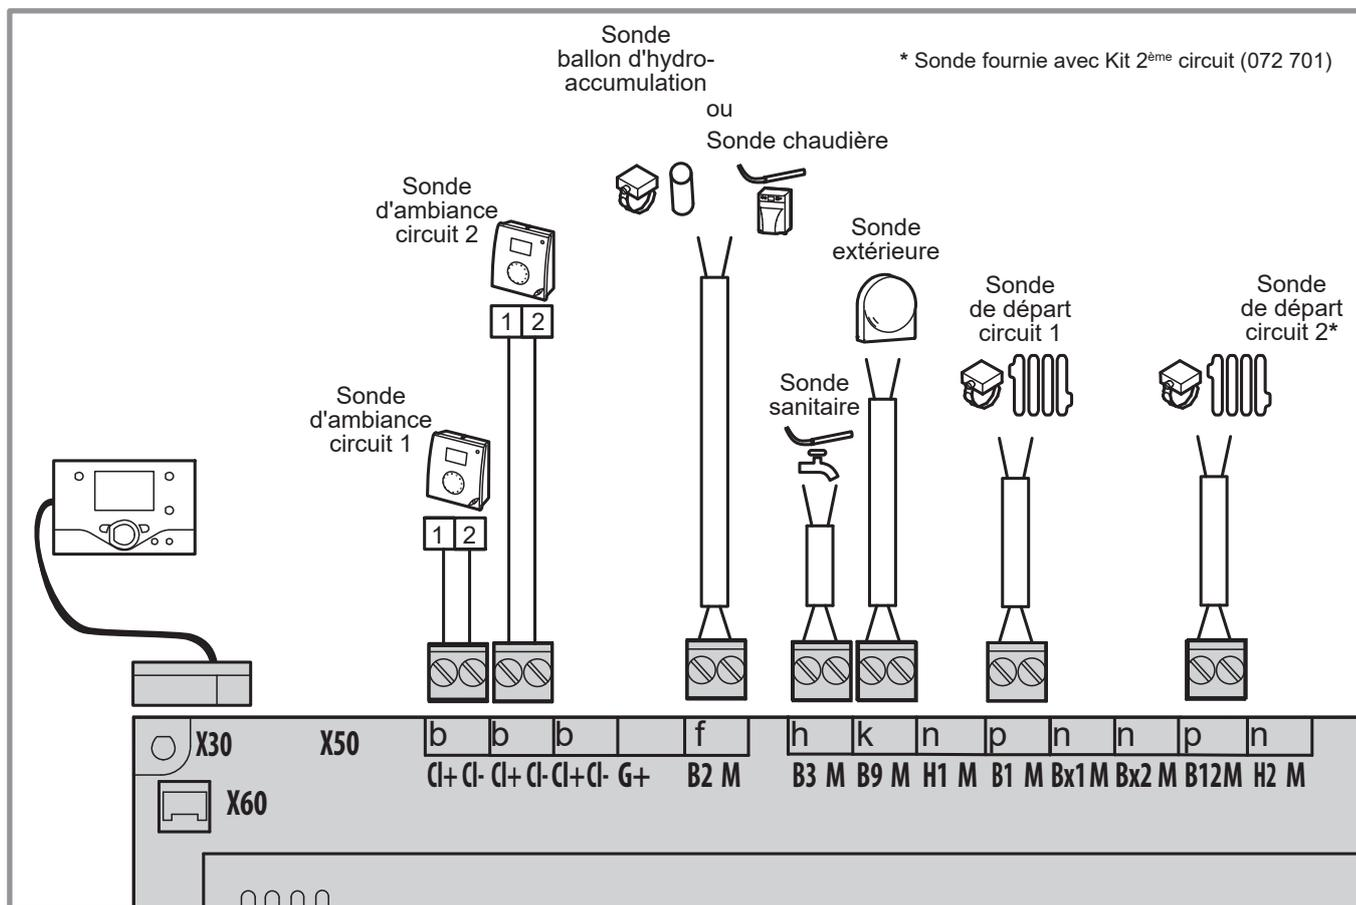

figure 6 - Raccordements des sondes
- Raccorder la sonde d'ambiance sur l'une des bornes **CL+** et **CL-** (voir figure 6).
- Raccorder les sondes d'ambiance sur les bornes **CL+** et **CL-** (voir figure 6).
- Raccorder la sonde extérieure aux bornes **M** et **B9** (voir figure 6).
- Raccorder la sonde sanitaire aux bornes **M** et **B3** (voir figure 6).
- Raccorder la sonde de départ aux bornes **M** et **B1** (voir figure 6).
- Raccorder la sonde de départ circuit 2 aux bornes **M** et **B12** (voir figure 6).
- Raccorder la sonde de départ aux bornes **M** et **B2** (voir figure 6).
- Raccorder la sonde chaudière aux bornes **M** et **B2** (voir figure 6).